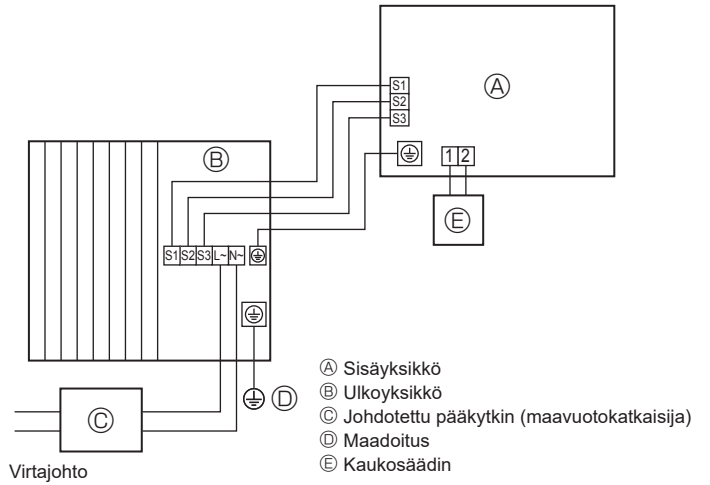
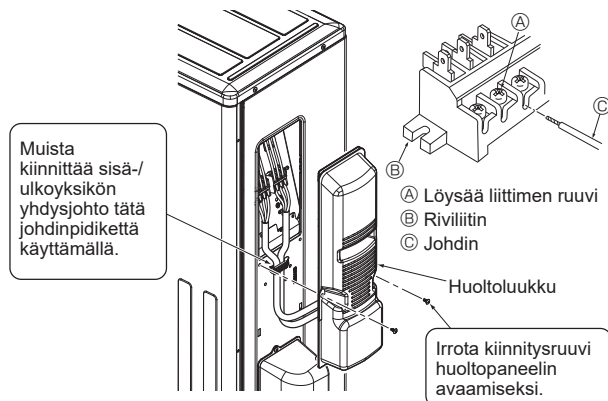

Fig. 6-1
Fig. 6-3
6.1. Ulkoyksikkö (Fig. 6-1, Fig. 6-2, Fig. 6-3)
① Irrota huoltopaneeli.
② Johdota kaapelit Fig. 6-1, Fig. 6-2 ja Fig. 6-3 mukaisesti.